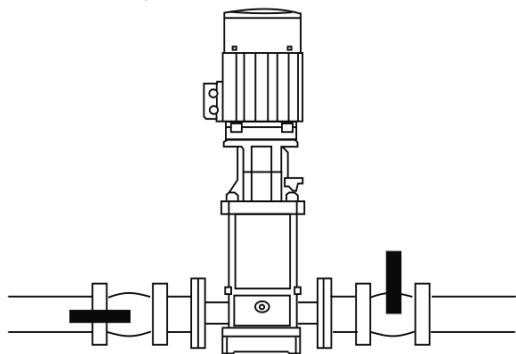

Рисунок 1
1. **Перед первым запуском** необходимо заполнить насосную камеру насоса водой. Для этого откройте вентиль на входном трубопроводе и закройте вентиль на выходном трубопроводе (смотрите рисунок 1). Затем открутите